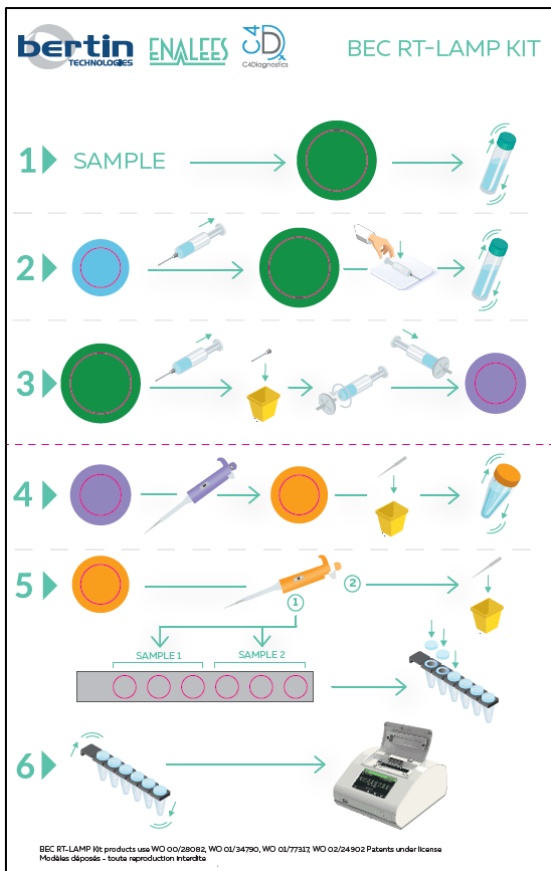

Figure 6: portoir fourni pour la manipulation des tubes.
- Un portoir en carton, permettant une manipulation facilitée des tubes, cf Figure 6.
- Disposer les différents tubes sur le portoir en carton fourni avec le kit, en respectant les codes couleurs, cf. Figure 6. **Ne pas ouvrir les tubes à cette étape.**
- a) Ouvrir le tube vert (BEC SARS-CoV-2 Lysing Buffer (green)) en position 1 sur le portoir (cf. Figure 6).